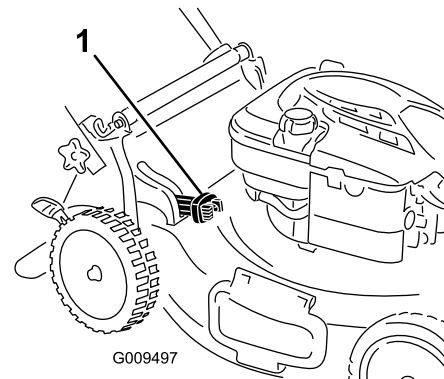

Bild 19
- Zum Sammeln des Schnittguts und Laubs drücken Sie die Taste am Hebel für den zuschaltbaren Fangkorb und bewegen den Hebel nach vorne, bis die Taste am Hebel herauspringt (Bild 19).
Hinweis: Nehmen Sie ggf. den Fangkorb von der Maschine ab, bevor Sie das Schnittgut hinten auswerfen, siehe Entfernen des Grasfangkorbs \(Seite 15\). Der Hebel für den zuschaltbaren Fangkorb sollte in der BAGGING-Stellung sein, wie in Bild 19 abgebildet.